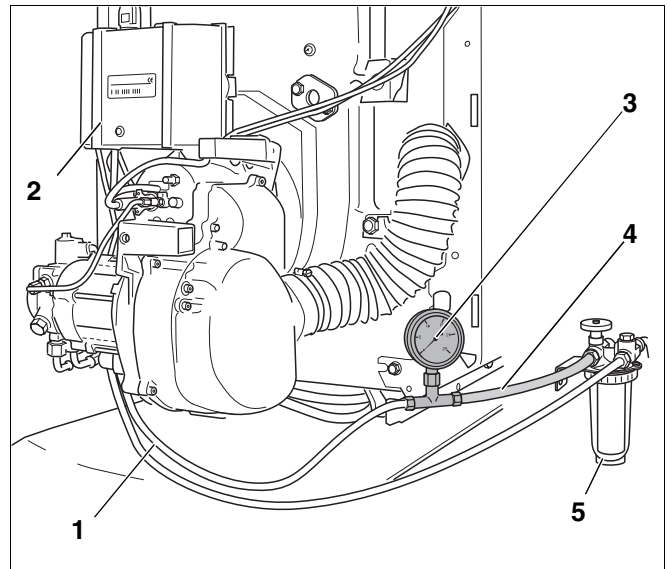

Abb. 14 Ölfilter, Vakuummeter und transparenter Schlauch
- Vakuummeter (Abb. 14, **Pos. 3**) mit transparentem Schlauch (Abb. 14, **Pos. 4**; Zubehör), wie in Abbildung 14 dargestellt, zwischen Ölfilter (Abb. 14, **Pos. 5**) und Ölsaugleitung (Abb. 14, **Pos. 1**) montieren.
- Blasenfreiheit des angesaugten Öls über den transparenten Schlauch (Abb. 14, **Pos. 4**, Seite 17) kontrollieren.